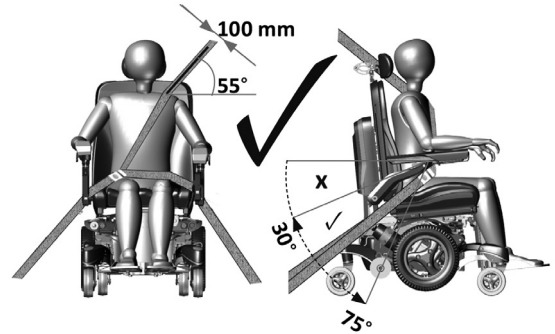
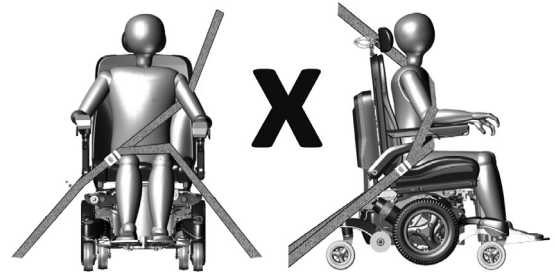

Fig. 5.5 - juiste positie van driepuntsveiligheidsgordel
Fig. 5.6 - onjuiste positie van driepuntsveiligheidsgordel
- Gordels moeten op de juiste plaats in de auto worden bevestigd en moeten niet door rolstoelonderdelen (zoals de armsteunen of de wielen) van het lichaam worden afgehouden (zie Fig. 5.6)
- Er moet een heupgordel laag over de voorzijde van het bekken worden bevestigd, zodat deze gordel een hoek maakt tussen 30° - 75° ten opzichte van de horizontale lijn (Fig. 5.5)
- Een grotere hoek binnen deze begrenzing heeft de voorkeur (Fig. 5.5)
- De gordel voor het bovenlichaam moet over de schouder en diagonaal over de borst worden gedragen, zoals op de afbeelding is weergegeven (Fig. 5.5). Plaats de gordel niet zoals weergegeven in Fig. 5.6